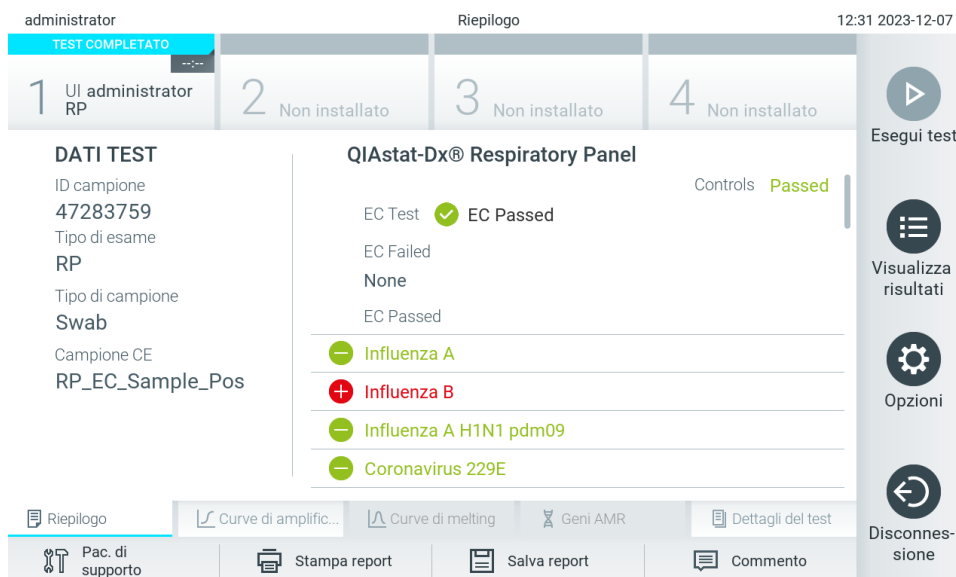

Figura 100. Schermata Summary (Riepilogo) relativa ai risultati CE.
12. Dopo l'espulsione della cartuccia d'esame QIAstat-Dx, comparirà la schermata Summary (Riepilogo) relativa ai risultati (Figura 100). Consultare la sezione 8.3 per ulteriori dettagli.